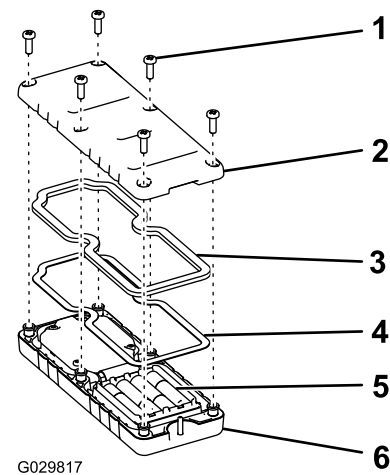

Bild 27
1. Nehmen Sie die sechs Schrauben aus der Rückseite der Fernbedienung heraus und nehmen Sie die Abdeckung ab (Bild 27).
5. Setzen Sie die Abdeckung auf und befestigen Sie sie mit den sechs vorher entfernten Schrauben (Bild 27) und ziehen Sie sie mit 1,5-1,7 Nm an.